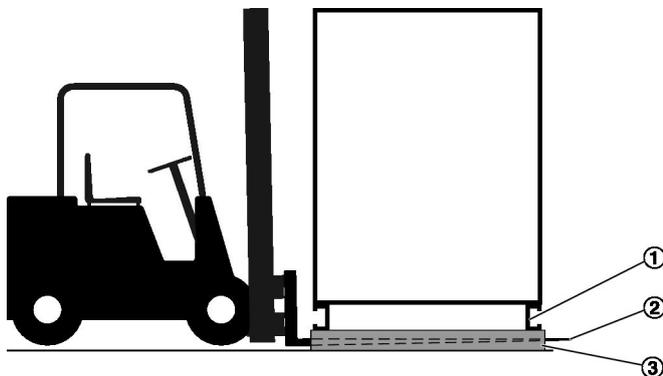

Abb. 5: Transport mit dem Gabelstapler
1. ▶ Die Gabeln (Abb. 5 /3) des Gabelstaplers so weit zwischen die Vierkanttransporthölzer (Abb. 5 /2) fahren, dass sie auf der Gegenseite unter dem Grundrahmen (Abb. 5 /1) herausragen.